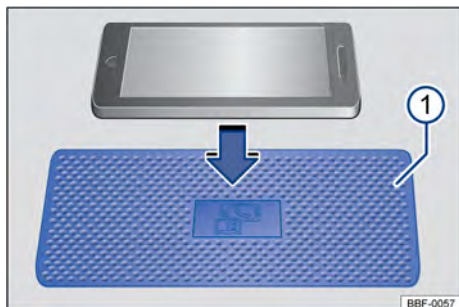

Fig. 113 Porta-objetos com esteira para a função de carga sem fio. O símbolo no tapete de revestimento pode ter uma aparência diferente em alguns veículos.
Dependendo da versão do veículo, a área de carregamento → Fig. 113 ① para a função de carregamento sem fio está localizada no centro do console central ou no compartimento de armazenamento na área entre os bancos da frente.